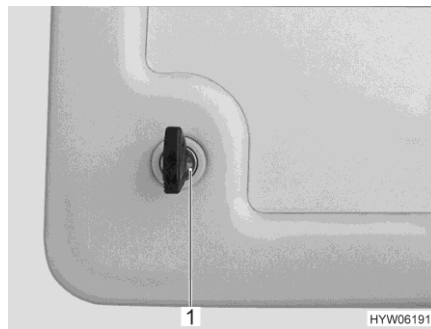
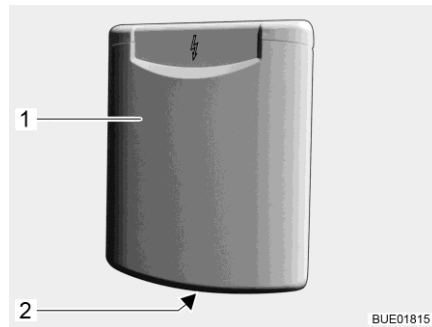

Fig. 82 Verrou de pression du portillon de service
Fig. 83 Verrou de pression du portillon de service (alternative)
- Insérer la clé dans le barillet du verrou de pression verrouillable (Fig. 82,1 ou Fig. 83,1) et la tourner d'un quart de tour. Le verrou de pression est déverrouillé.
- Appuyer simultanément sur les deux boutons-poussoirs (Fig. 83,2) des verrous de pression avec le pouce et ouvrir le portillon de service.
- Insérer la clé dans le barillet du verrou de pression verrouillable (Fig. 82,1 ou Fig. 83,1) et la tourner d'un quart de tour. Le verrou de pression est verrouillé.